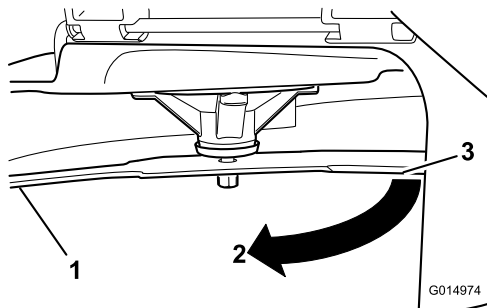

Figura 90
3. Segunda distancia medida entre cuchilla y superficie (B)
4. Gire la misma cuchilla 180 grados de manera que el otro extremo esté en la misma posición (**Figura 90**).